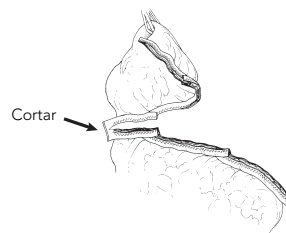

FIGURA 15
13. En caso necesario, corte el extremo del Peri-Strips Dry para retirar el tejido diseccionado (Figura 15).